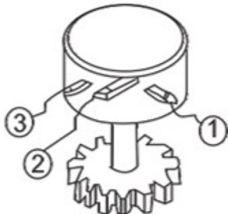

Рис.6
6.3. Настройка потенциометра (рис. 6)